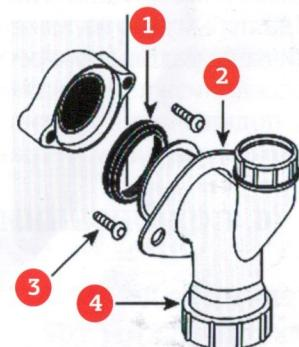

Рисунок 4.1
4. МОНТАЖ КАНАЛИЗАЦИОННОЙ ТРУБЫ (См. рисунок 4.1).